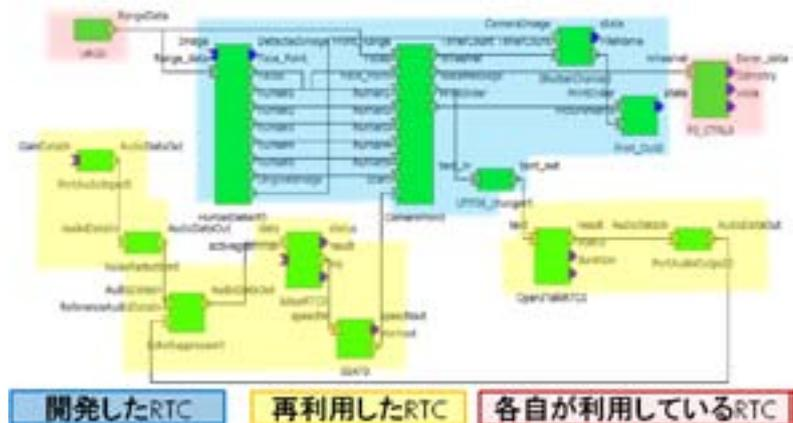

図 2. カメラマンロボットの RT ミドルウェアシステム
- RTC からなるロボットシステム構成を図 2 に示す。必ずしも個々の精度を上げるだけではなく、システムとして精度を上げる。
(4) 課題と応用